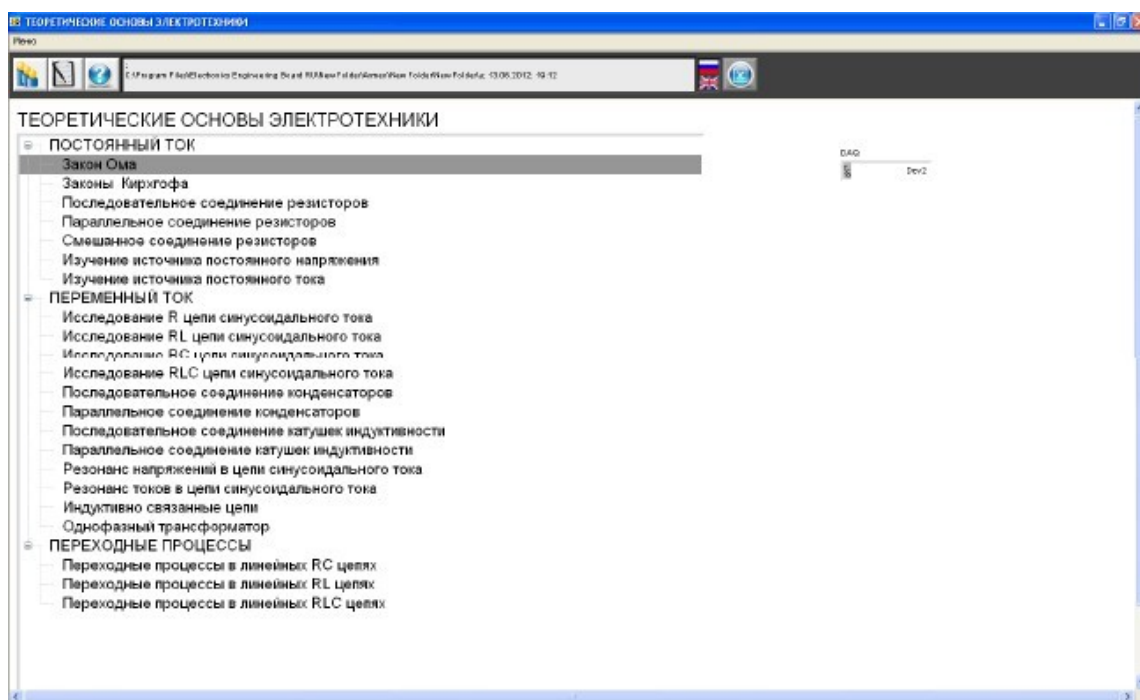
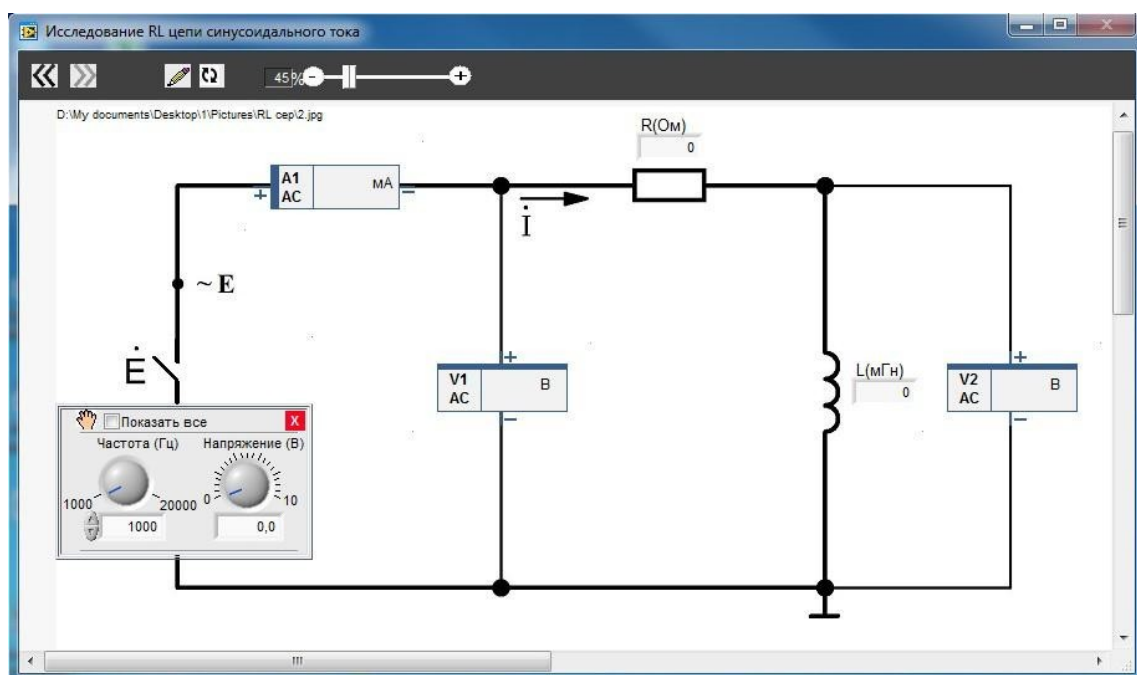

Рисунок 2.17 – Окно главного меню
Рисунок 2.18 – Схема электрической цепи эксперимента
После входа в программу откроется **главное** меню (рисунок 2.17). Переход к выбранной лабораторной работе производится двойным щелчком по соответствующей строке меню.
Лабораторная работа 2 «**Последовательное соединение потребителей однофазного переменного тока. Резонанс напряжений и токов в цепях синусоидального тока**» будет содержать четыре эксперимента из главного меню рисунок 2.17: «Исследование RL цепи синусоидального тока», «Исследование RC цепи синусоидального тока»; «Резонанс напряжений в цепи синусоидального тока», «Резонанс токов в цепи синусоидального тока».
3. Из главного меню (рисунок 2.17) двойным щелчком выберите эксперимент «Исследование RL цепи синусоидального тока». Нажмите кнопку *Следующий* ($>>$) на панели инструментов. Откроется заранее подготовленное изображение электрической схемы лабораторной работы с размещенными на ней полями компонентов и приборов (рисунок 2.18).